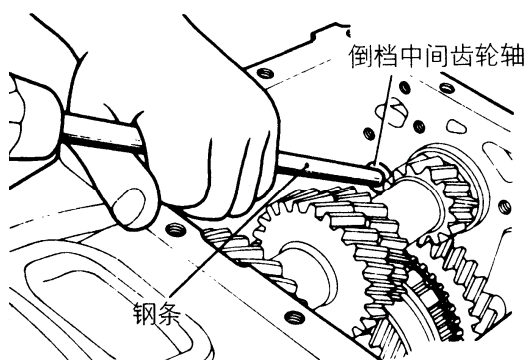

图 3-47 从壳体内侧敲出倒档中间齿轮轴
(10) 拆卸倒档中间齿轮轴时，拆下倒档中间齿轮轴的四只固紧螺栓。如图 3-47 所示，从壳体内侧敲出倒档中间齿轮轴。